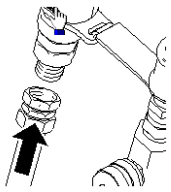

Abb. 5
4. Den Airless-Schlauch mit der Pistole verbinden und festziehen (Abb. 5).